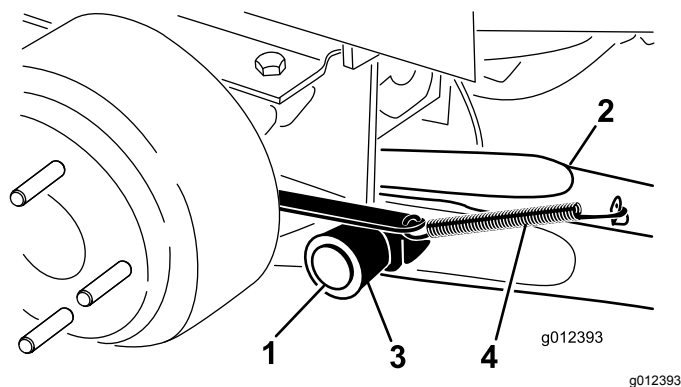

図 4
6. ピボットピン 1 本、コッターピン 1 本を使って、ピボットブラケットに昇降アームを取り付ける 図 4。昇降アームを、曲がった部分が外側を向くようにして取り付ける。
7. ブレーキリターンズプリングを昇降アームのタブ引っ掛ける 図 4。